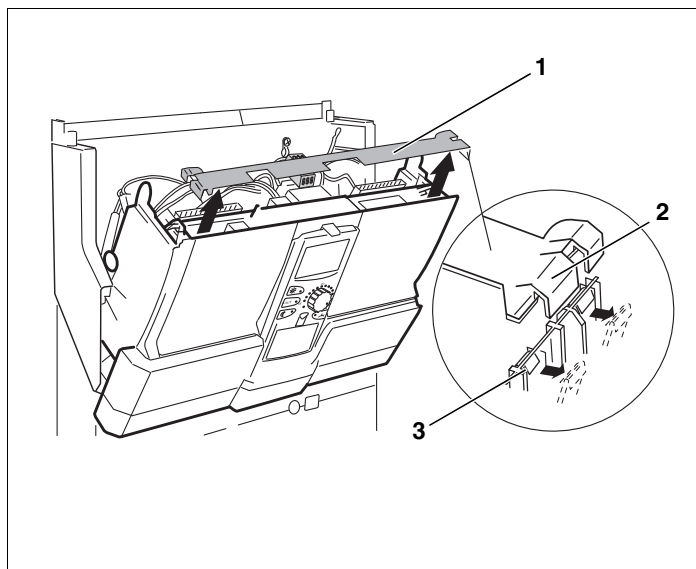

Fig. 4 Desmontar a barra transversal
Para desmontar a barra transversal (→ Fig. 4, [1]), necessita de uma chave de fendas.
- Soltar a barra transversal de um lado. Para isso, pressionar ambos os grampos (→ Fig. 4, [3]) para fora, com uma chave de fendas.
- Levantar a barra transversal numa patilha (→ Fig. 4, [2]).
- Retirar a barra transversal (→ Fig. 4, [1]).